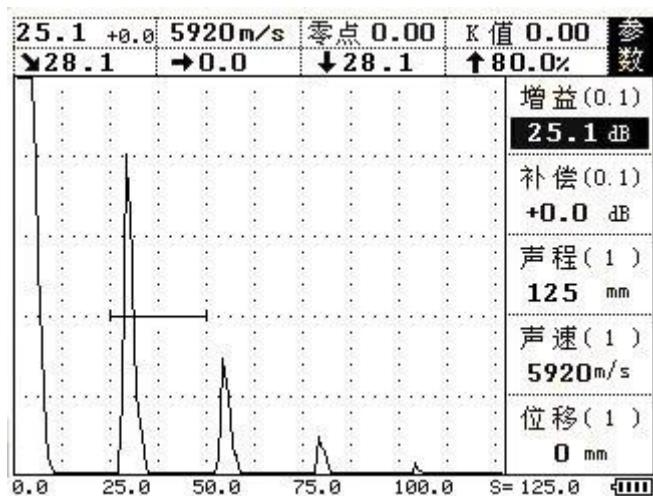

图 4-2
- 3、将直探头置于试块并耦合良好, 此时屏幕出现五次回波。如图 4-2